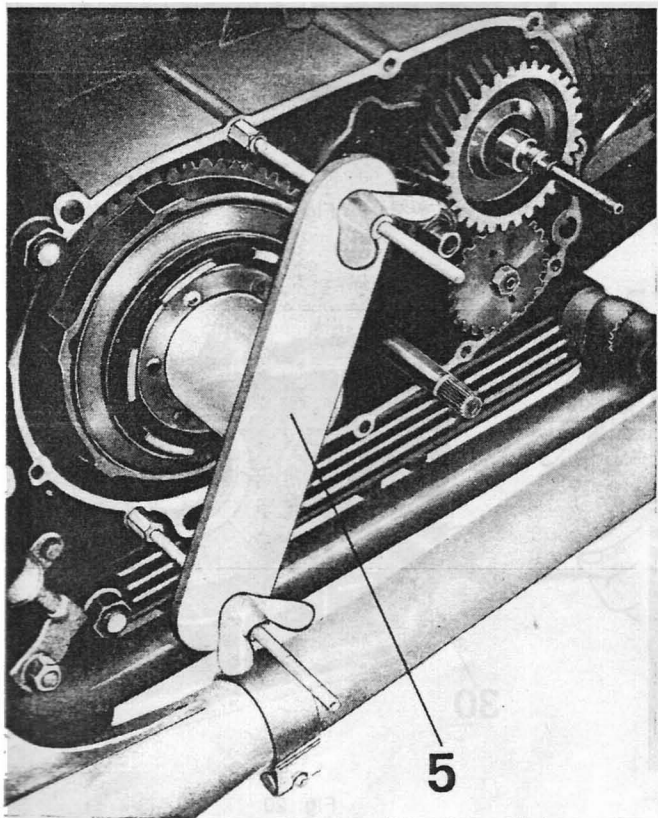

Fig. 13
- il gruppo frizione, per togliere l'anello di tenuta adoperare attrezzo n° 10903200 (5 di fig. 13).